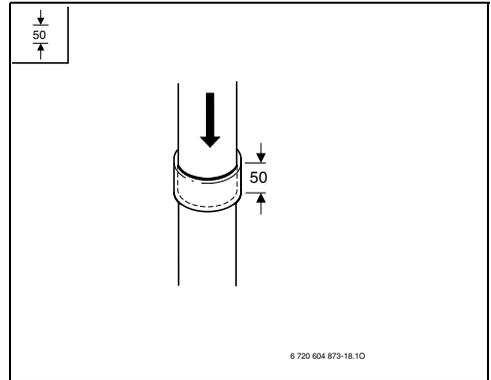

Fig. 36
▶Empurrar os acessórios dos gases de combustão até ao encosto (aqui: 50 mm de profundidade de encaixe) (Fig. 36).